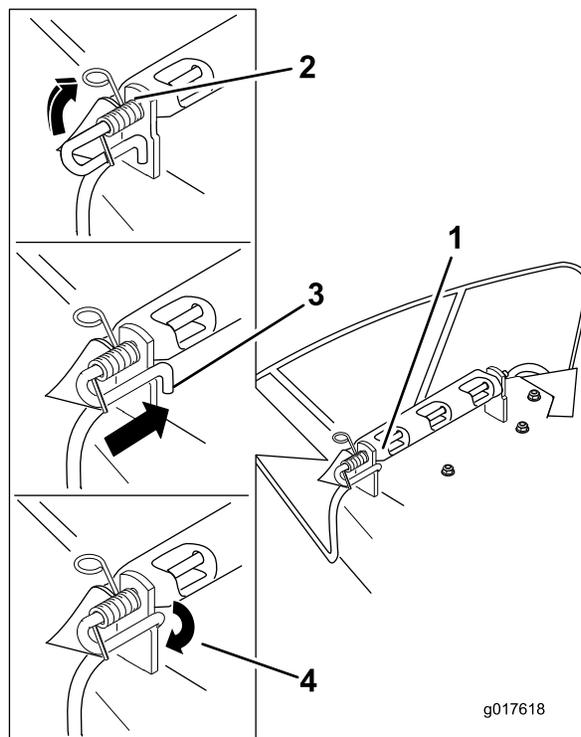

Figure 66
- Positionnez le nouveau déflecteur d'éjection en plaçant les extrémités du support entre les supports soudés du tablier, comme illustré à la Figure 66.
- Soulevez le côté avec la boucle du ressort et placez-le dans le cran du support de déflecteur (Figure 66).
- Fixez l'ensemble tige et ressort en le tournant de sorte à pouvoir placer l'extrémité courte de la tige derrière le support avant soudé au tablier de coupe (Figure 66).